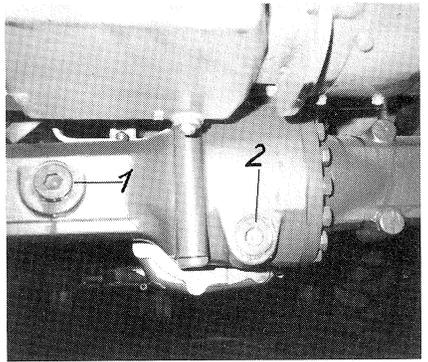

FIG. 44
- 1-Dévisser le bouchon fileté du pont fig.44/1. Le niveau doit atteindre l'orifice pour le bouchon.
- 1-Dévisser le bouchon fileté du réducteur central fig. 44/2.